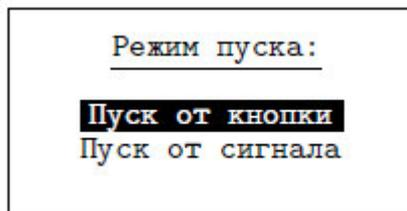

Рисунок 17
3.4.8. **"Режим пуска"** - установка режима запуска процесса измерений (рис. 17).